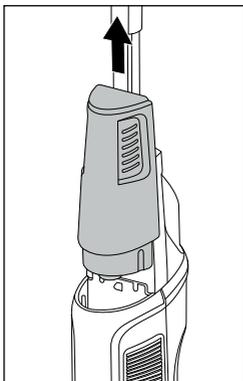

Fig. 6
- ◆ Prendere il contenitore dell'acqua pulita **11** dalle scanalature di presa laterali e staccarlo dall'apparecchio tirandolo verso l'alto (vedere fig. 6).